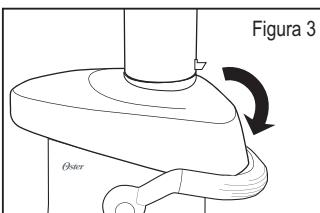

Figura 3
- Abra a alça de segurança movendo-a para a direita e para baixo para liberar a tampa da centrifuga (**figura 3**)